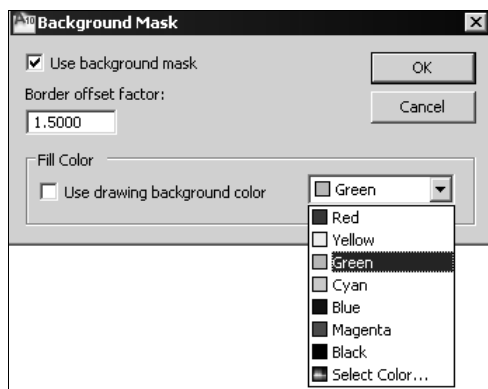

Рис. 11.20. Диалоговое окно для настройки фона заднего плана многострочного текста
- В появившемся диалоговом окне **Background Mask** (Скрытие заднего плана) (рис. 11.20) установите флажок **Use background mask** (Скрывать задний план), а затем выберите цвет фона маски из списка **Fill Color** (Цвет заливки) или установите флажок **Use drawing background color** (Использовать цвет фона чертежа).